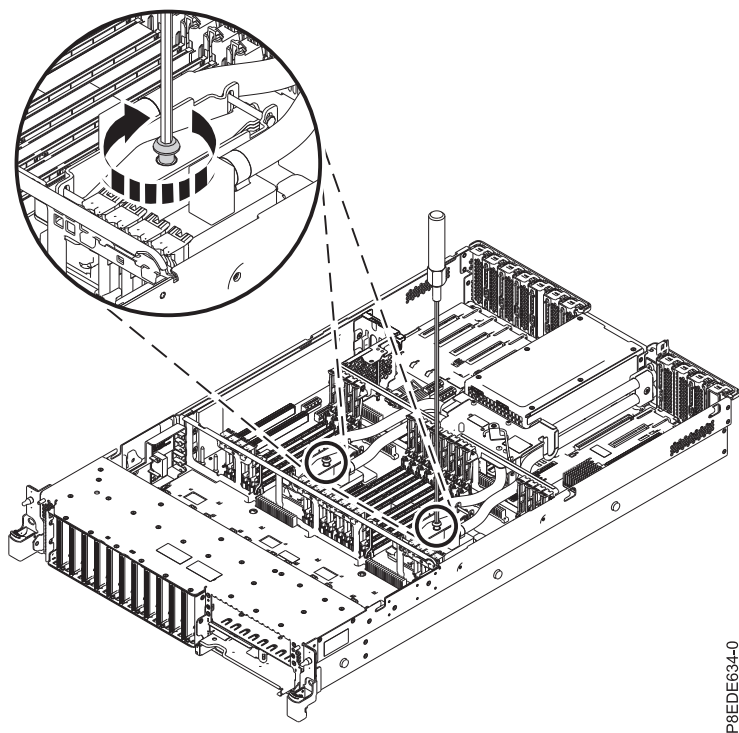

Abbildung 42. Halteschraube an der gekühlten Platte festziehen
- b. Ziehen Sie die Halteschraube an der gekühlten Platte mit einem 4-mm-Inbusschlüssel fest, siehe Abb. 42.